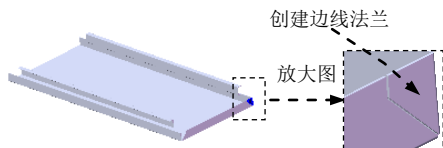
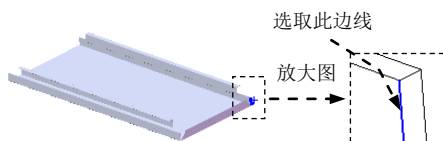

图 17.6.18 创建边线—法兰 10
图 17.6.19 定义特征的边线
Step10. 创建图 17.6.18 所示的边线—法兰 10。
- (1) 选择命令。选择下拉菜单 **插入(I)** → **钣金(B)** → **边线法兰(E)...** 命令, 系统弹出“边线法兰”对话框。
- (2) 定义特征的边线。选取图 17.6.19 所示的模型边线为生成的边线法兰的边线。
- (3) 定义法兰参数。在 **角度(G)** 区域中的 文本框中输入角度值 90.0。在“边线法兰”对话框 **法兰长度(L)** 区域的下拉列表中选择 **给定深度** 选项, 在 文本框中输入深度值 15.0。在此区域中单击“内部虚拟交点”按钮 。在 **法兰位置(N)** 区域中, 单击“材料在外”按钮 。
- (4) 单击 按钮, 完成边线—法兰 10 的创建。